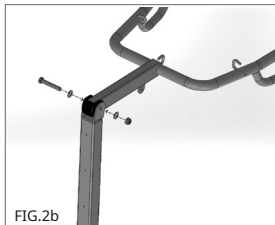

FIG.2b
4. Conectați și fixați îmbinarea dintre coloană și braț cu șuruburile furnizate (Fig. 2b)